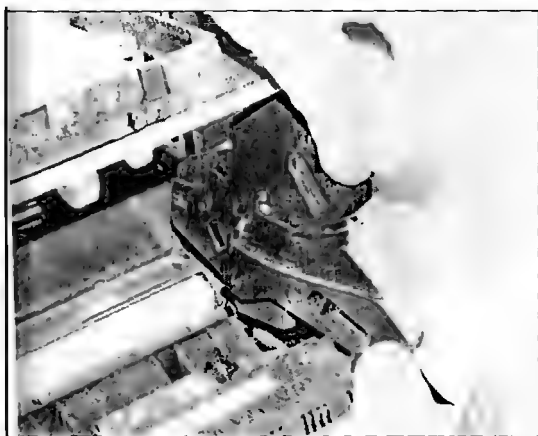

Рис. 5.8
- Снимают две правых направляющих тонер-картриджа. Они выполнены из пластмассы черного цвета и прикреплены к боковой стенке рамы принтера. Для этого поочередно нажимают на две круглые защелки, расположенные на внешней стороне рамы принтера, и вытягивают направляющие на себя (рис. 5.8).